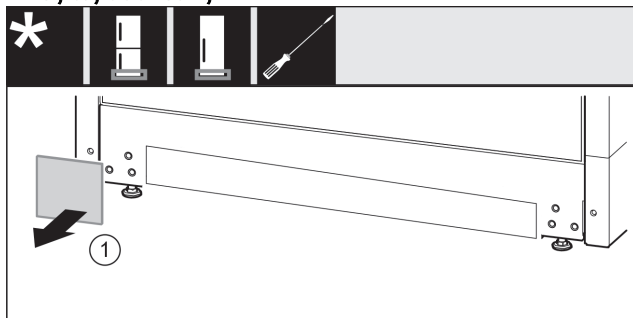

Fig. 12
- ▶ Αφαιρέστε το κάλυμμα. Fig. 12 (1)